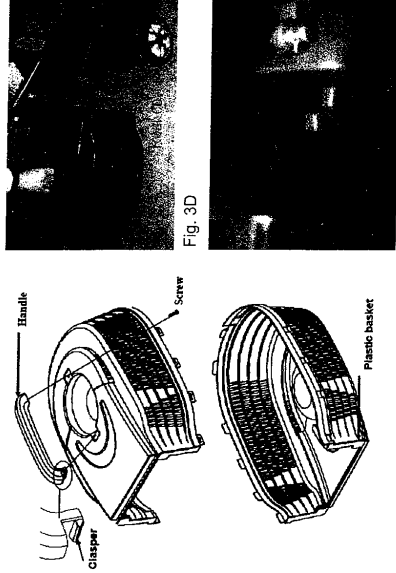

Fig. 3C
1. Monteer eerst het handvat aan de bovenste helft van de bak: steek het uiteinde met grijporgaan van het handvat in de opening in de bovenste helft van de bak; en bevestig vervolgens het andere uiteinde van het handvat aan de bak met behulp van de bijgeleverde schroef. (fig. 3C)